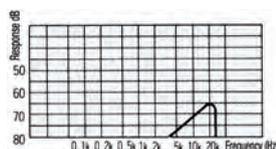

Рис. 1. Межканальные перекрестные помехи для S410-4P
- Низкий коэффициент перекрестных помех между каналами. Идеально подходят для многоканальных систем (рис.1).